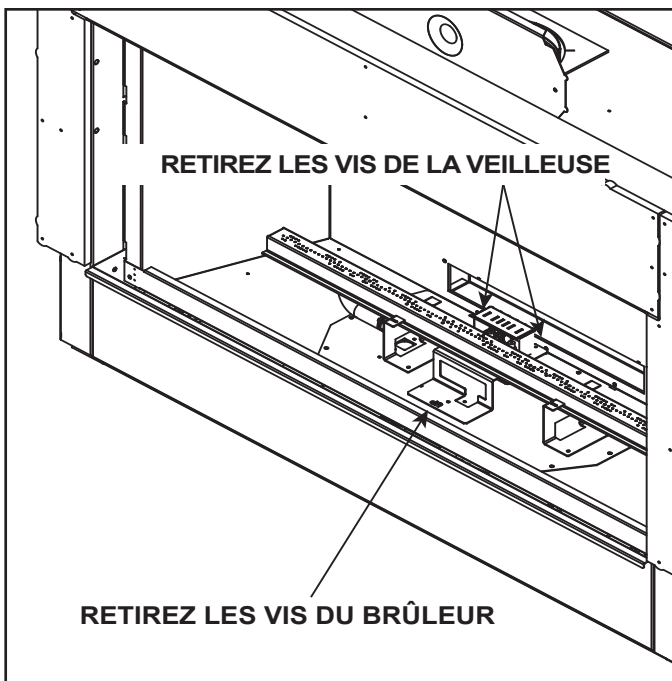

Figure 9.2 Retrait du brûleur
2. Retirez les deux vis maintenant l'écran de protection de la veilleuse au support du brûleur, puis enlevez les deux vis maintenant l'ensemble de la veilleuse au support du brûleur. Retirez la vis maintenant le support du brûleur à la plaque de vanne. Voir la figure 9.2. Poussez doucement l'ensemble de la veilleuse vers l'arrière afin de pouvoir enlever le brûleur.
3. Retirez la vis maintenant le support du brûleur à la plaque de vanne. Voir la figure 9.2.